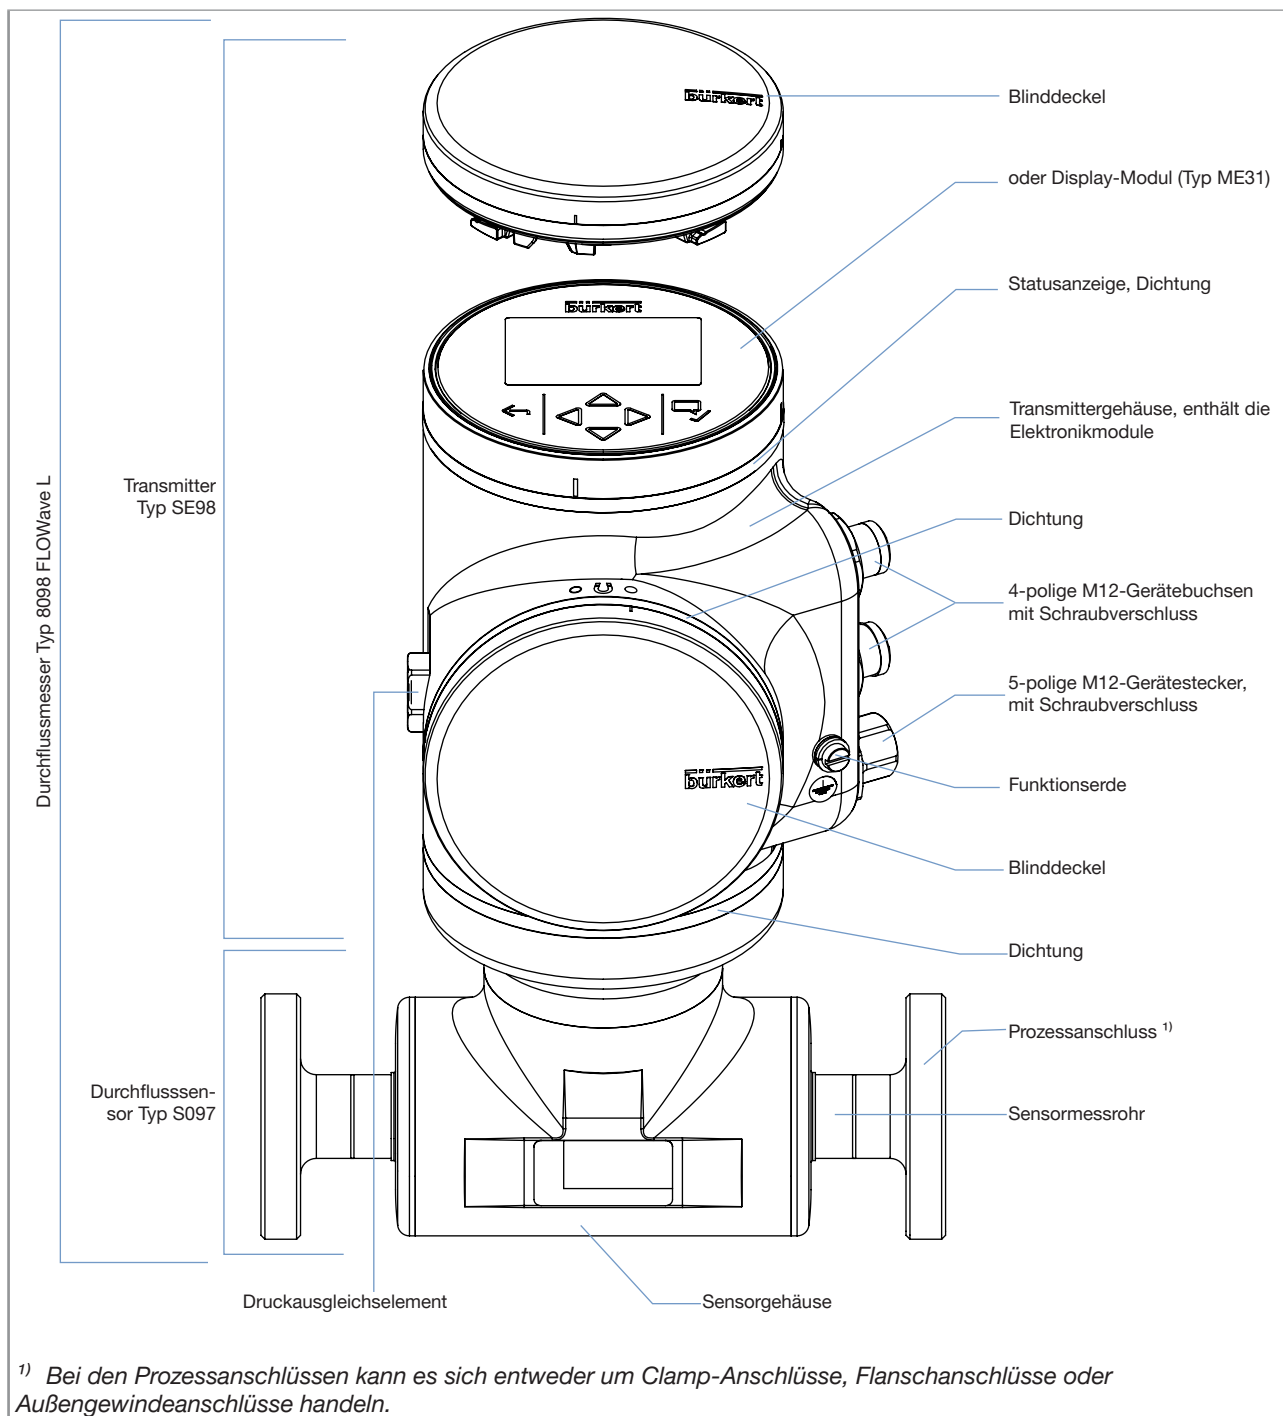

Abb. 2: Beschreibung der Ethernet-Gerätevariante mit zwei 4-poligen M12-Gerätebuchsen und einem 5-poligen M12-Gerätestecker
- Abb. 2 beschreibt die Ethernet-Gerätevariante, d. h. ein Gerät mit zwei 4-poligen M12-Gerätebuchsen und einem 5-poligen M12-Gerätestecker.